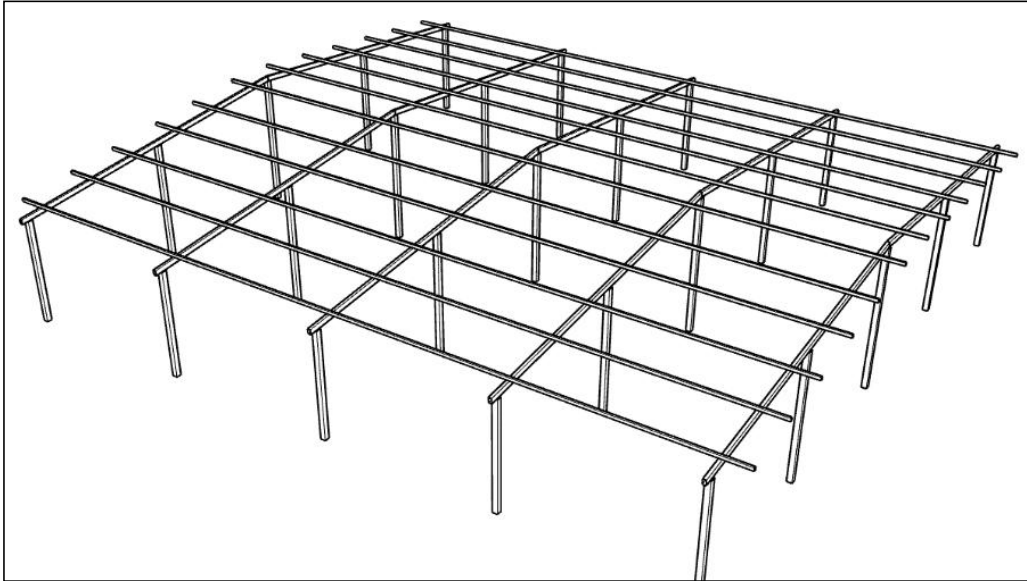

Figura 3
- ③ Os montantes são instalados em sequência, o efeito de instalação é mostrado na Figura 3;